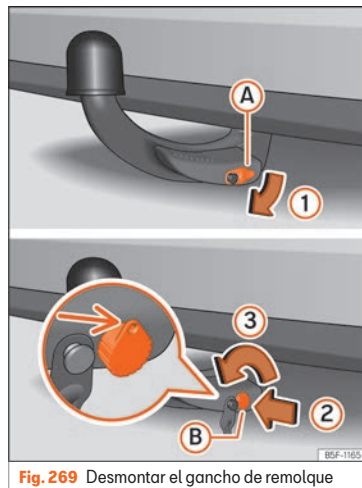

Fig. 269 Desmontar el gancho de remolque
- Extraiga la tapa (A) de la cerradura (1) » fig. 269.
- Introduzca la llave (B) en la cerradura (2) » fig. 269.
- Gire la llave hacia la izquierda (3) justo media vuelta, hasta que el agujero de la llave quede arriba » fig. 269.